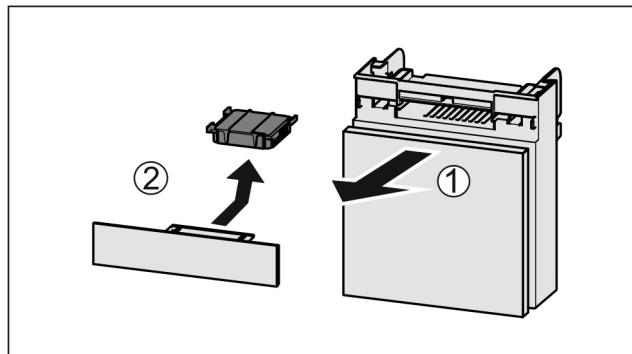

Fig. 67
- Вытяните Fig. 67 (1) отделение движением вперед.
- Извлечение Fig. 67 (2) фильтра с активированным углем.